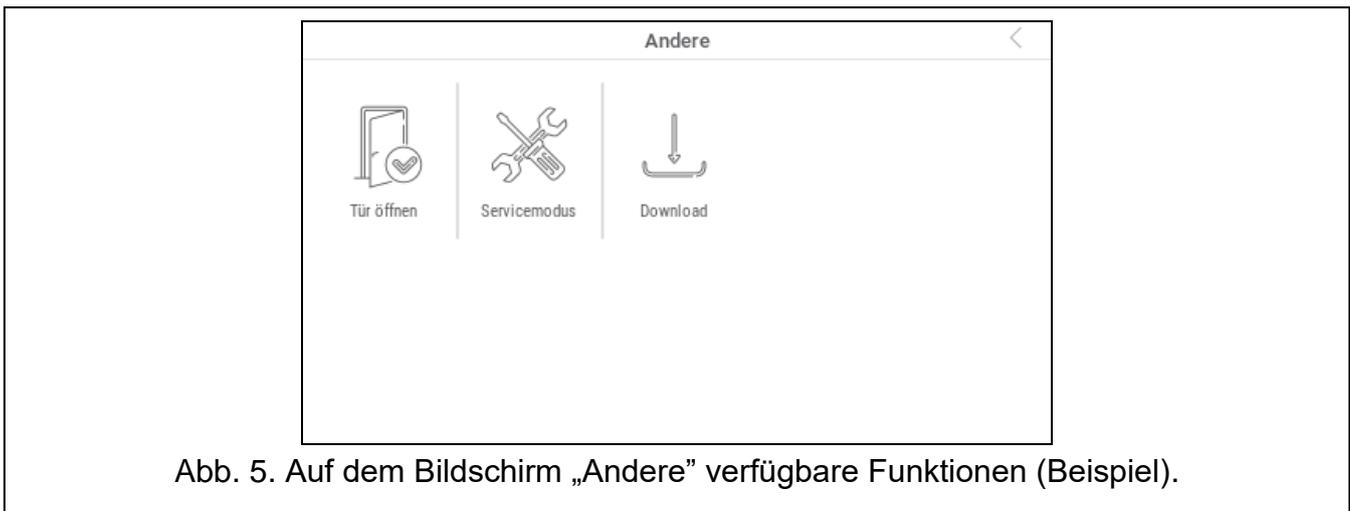

Abb. 5. Auf dem Bildschirm „Andere“ verfügbare Funktionen (Beispiel).
4. Tippen Sie auf die Funktion „Andere“. Es wird die Liste der Funktionen angezeigt (Abb. 5).